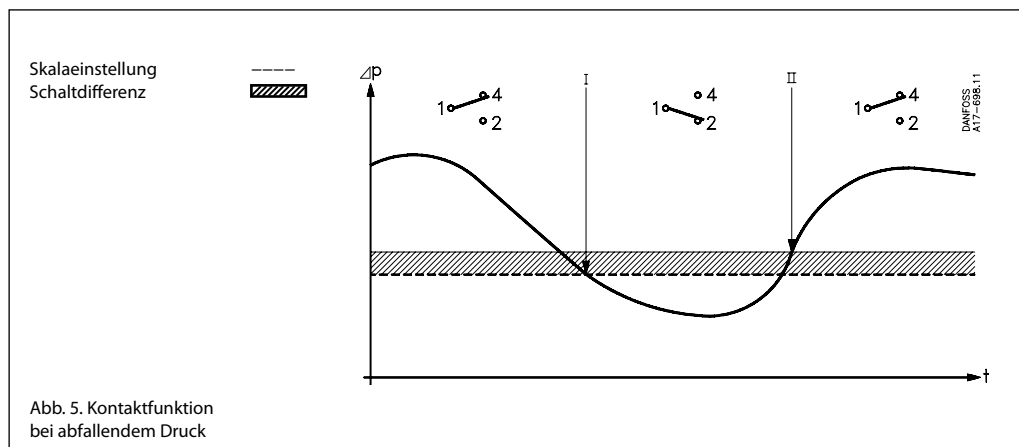

Abb. 5. Kontaktfunktion bei abfallendem Druck
*b. Übrige RT Druckschalter* Die Kontakte 1-2 schließen und 1-4 öffnen, wenn der Druck unter den eingestellten Bereichswert abfällt. Die Kontakte wechseln in die Ausgangslage zurück, wenn der Druck wieder auf den Bereichswert plus der Differenz steigt (siehe Abb. 5).